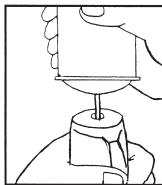

Fig. 1
3. Följ instruktionerna på gastuben. Tryck in spetsen i påfyllningsventilen och pumpa lätt för bästa resultat. Se fig. 1.